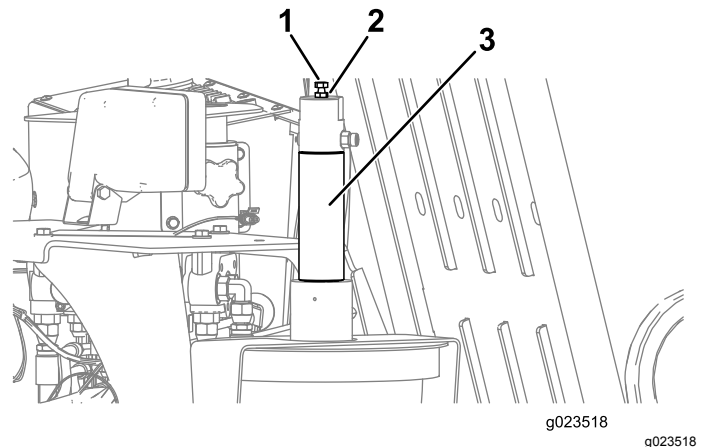

Bild 64
1. Lösen Sie die Klemmmutter an der Einstellschraube auf dem Kolben des TJC-Applikators (Bild 64).